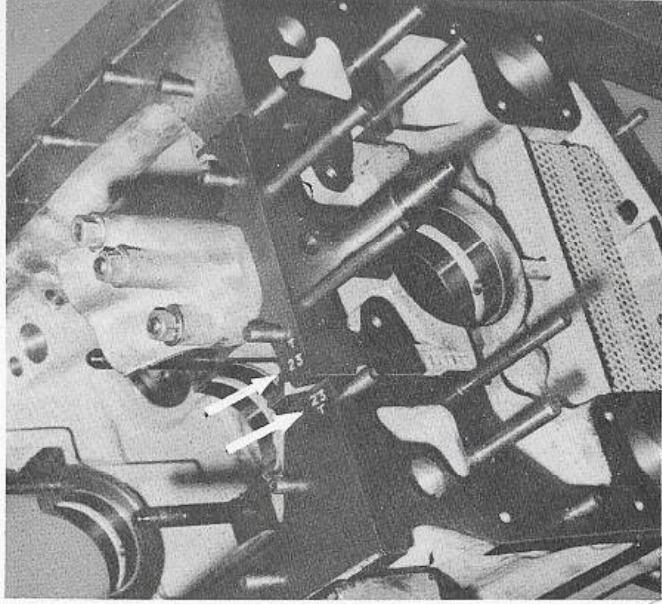

Bild 30:
- Die auf der Konsole eingestanzten Nummern müssen sich auf derselben Seite befinden wie jene, die auf dem Zylinderblock (Bild 30) eingestanz sind.